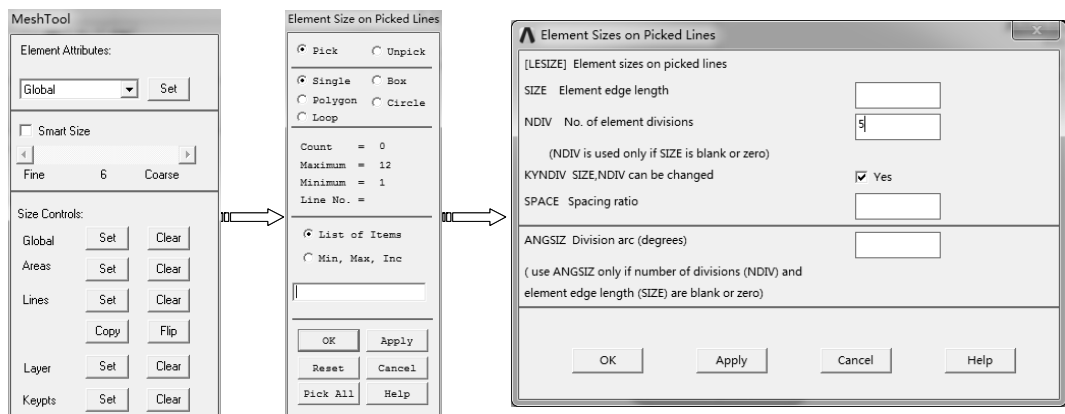

图 7-184 设置线单元数量
1) 选择“Main Menu>Preprocessor>Meshing>Mesh Tool”命令，弹出“Mesh Tool”对话框，单击“Lines”后的“Set”按钮，弹出“Element Size on Picked Line”对话框，依次选择圆环所有 8 条边，单击“OK”按钮，弹出“Element Sizes on Picked Lines”对话框，在“No. of element divisions”文本框中输入 5，单击“OK”按钮完成线单元数量的设置，如图 7-184 所示。